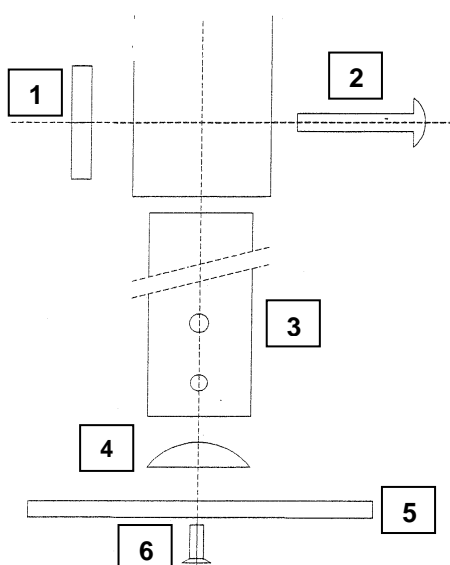

Abbildung 1
1. Montieren Sie das Verstellrohr gem. Abb. 1	1. Install the adjusting tube as it is shown on Pic. 1